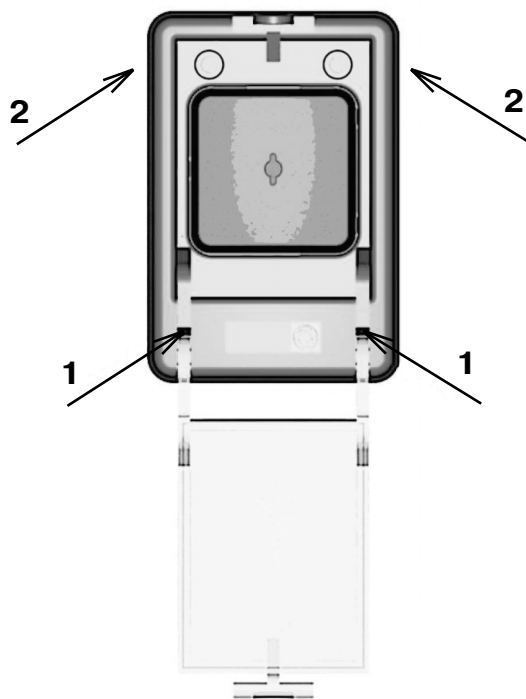

Рисунок 5
5.2.10. Перед установкой и монтажом ИПР снять крышку, отведя крепёжные защёлки, через отверстия, указанные стрелками 1 на рис. 5 при помощи заострённого конца ключа, или отведя крышку за ее верхнюю часть, указанную стрелками 2 на рис.5.